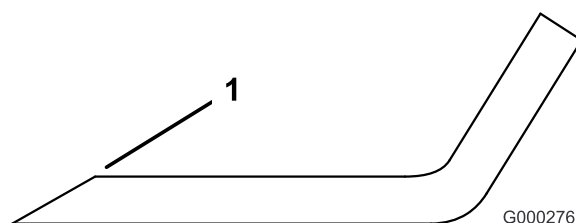

Figure 85
3. Examinez les tranchants de toutes les lames et aiguisiez-les s'ils sont émoussés ou ébréchés. N'aiguisiez que le haut du tranchant et conservez l'angle de coupe d'origine pour obtenir une coupe nette (Figure 85). Limez la même quantité de métal sur chacun des deux tranchants pour ne pas déséquilibrer la lame.